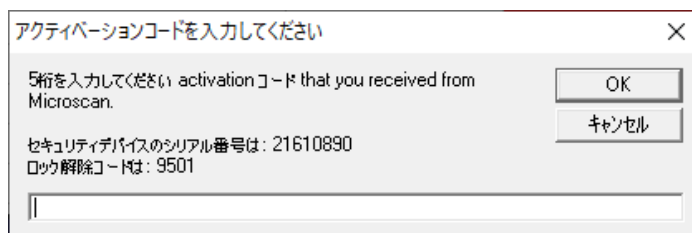

図4: [アクティベーションコードを入力してください] ウィンドウ
3. [マルチセクター（複数エリア同時検証）]の横にある[使用できません(アクティブ化するにはここをクリックしてください)]をクリックします。[アクティベーションコードを入力してください]ウィンドウが表示されます（図4）。当社または販売代理店から受領した8桁のアクティベーションコードを入力し、[OK]をクリックします。